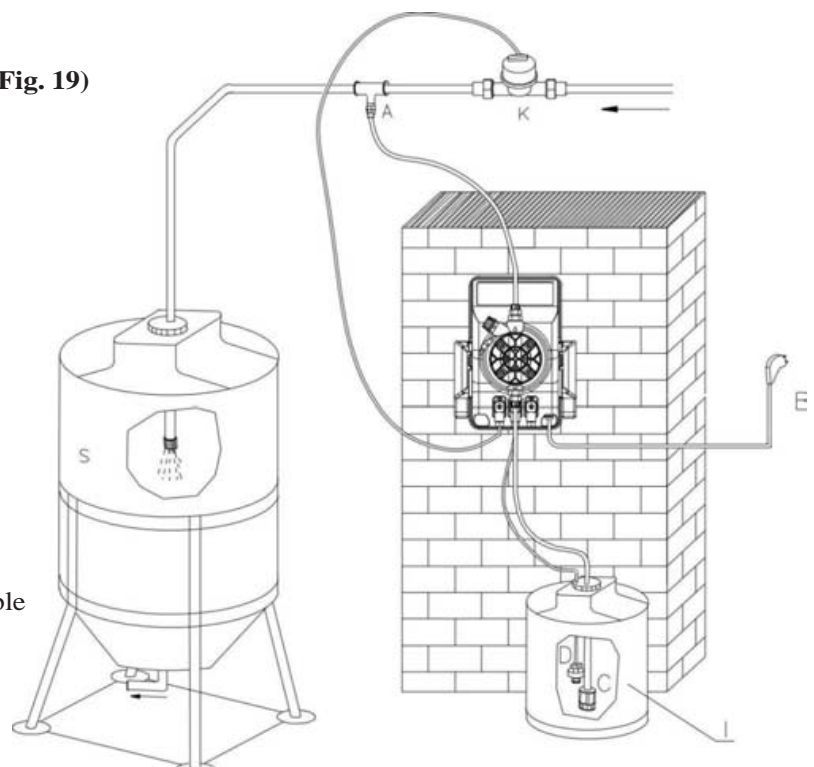

Fig. 19
19.2 - ESQUEMA TÍPICO DE INSTALACIÓN (Fig. 19)